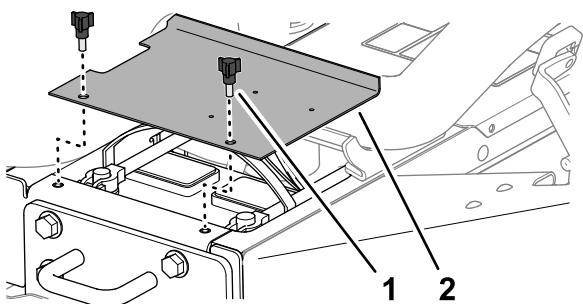

Figure 4
- Retirez les 2 boutons qui fixent le couvercle de la batterie sur la machine et déposez le couvercle (Figure 4).